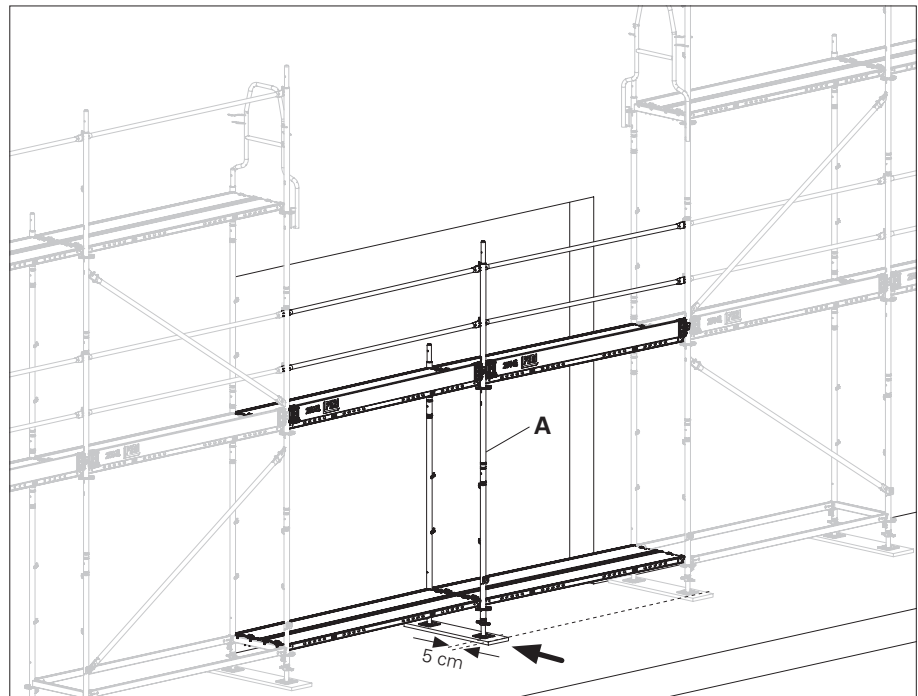

Bild D4.01
1. Montera en hjälpställning för montering av överbryggnings. För att kunna demontera hjälpställningen ska ramdraget (A), som sitter i öppningen, skjutas cirka 5 cm ur ställningens axel. (Bild D4.01 + D4.01a)